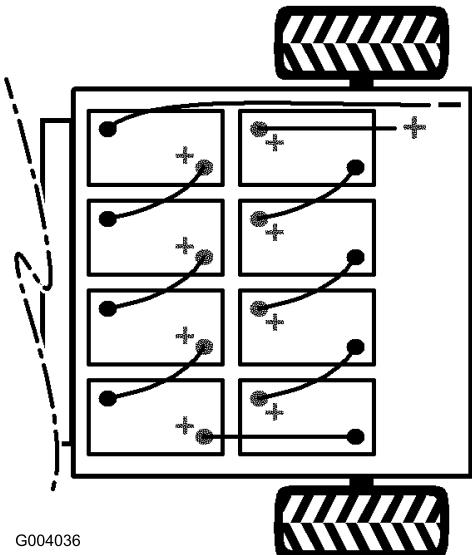

図 29
2. バッテリーと車体を接続している長いマイナス・ケーブル（黒）をバッテリー端子から外す（図 29）。
3. バッテリーと車体を接続している長いプラス・ケーブル（赤）をバッテリー端子から外す（図 29）。
注 バッテリーを新しく積み込む場合には、極性に十分注意してください（図 29）。
9. 図 29に示すように、先ほど外したバッテリー・ケーブルで、バッテリーを相互に接続する。
10. プラスのメイン・ケーブル（赤）でバッテリーを車両に接続する（図 29）。
11. マイナスのメイン・ケーブル（黒）でバッテリーを車両に接続する（図 29）。